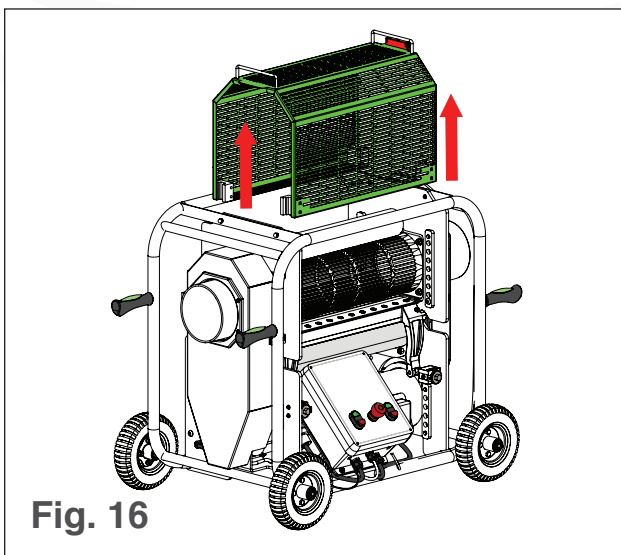

Fig. 16
2. Levante el protector del tambor y retírelo de la máquina (consulte la Fig.16).